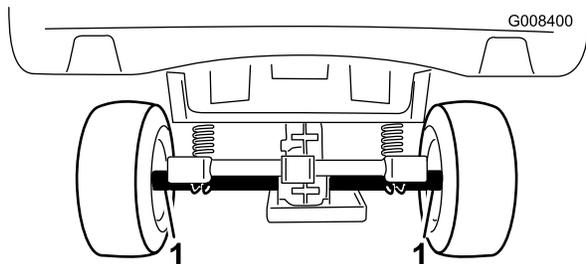
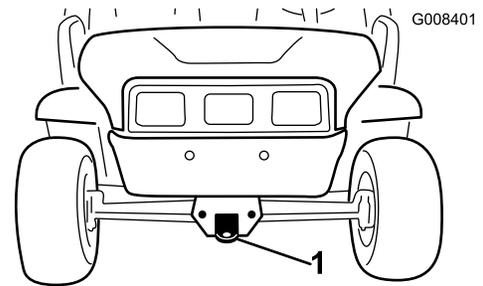

Figura 15
Figura 16
Para transportar el vehículo largas distancias, debe llevarse el vehículo sobre un remolque. Asegúrese de que el vehículo está firmemente sujeto sobre el remolque. Consulte en Figura 15 y Figura 16 la ubicación de los puntos de amarre.
2. Conecte un cable de remolque al punto de remolque, en la parte delantera del bastidor (Figura 16).